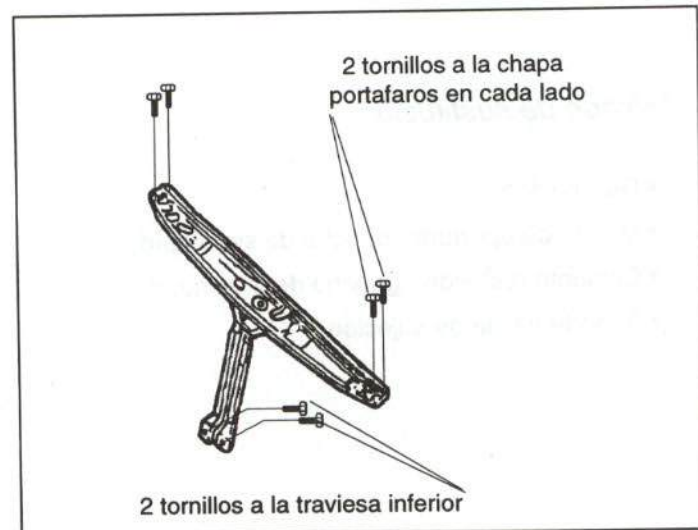

Figura 21.- Unión del frente delantero
En la figura 21 se muestra su fijación.
- Frente delantero (figura 21)